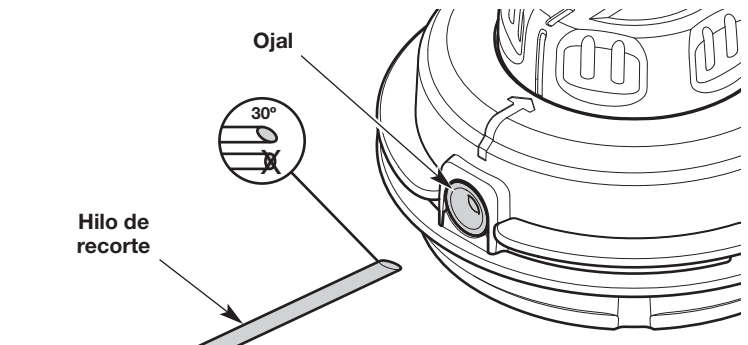
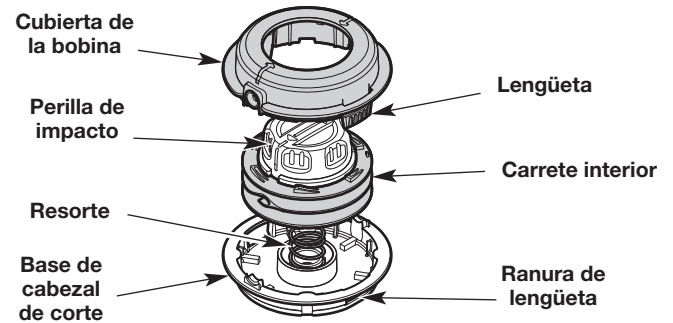

Fig. 23
Fig. 26
2. Corte dos largos de 10 pies (3.0 m) de hilo de recorte nuevo. Corte un extremo de cada hilo en un ángulo de 30° (Fig. 23).
4. Enhebre uno de los hilos por uno de los ojales del cabezal de corte (Fig. 23). Utilice el extremo angulado y empuje el hilo para que entre unas 3 pulgadas (7.5 cm). Repita este proceso con el otro hilo y el ojal restante.
- c. Mientras sostiene el destornillador en el lugar, gírelo suavemente para destrabar la lengüeta del panel de las ranuras (Fig. 26).
- d. Retire la cubierta de la bobina (Fig. 26). **NO** extraiga el resorte de la base del cabezal de corte (Fig. 26).
- e. Empuje la perilla de impacto a través de la cubierta de la bobina. (Fig. 26). Si los ojales se salen, reinserte los ojales en la cubierta de la bobina (Fig. 23).
**NOTA:** **NO** separe la perilla de impacto del carrete interior (Fig. 26).
- g. Utilice una tela limpia para limpiar el carrete interior, la base de cabezal de corte y la cubierta de la bobina (Fig. 26).
- h. Inserte la perilla de impacto y el carrete interior en la cubierta de la bobina (Fig. 26).
- i. Alinee las lengüetas de la cubierta de la bobina con las ranuras de la base del cabezal de corte (Fig. 26). Empuje la cubierta de la bobina sobre la base del cabezal de corte hasta que las dos lengüetas queden insertadas a presión.